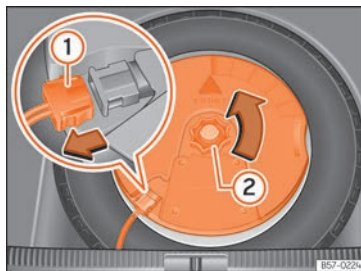

Abb. 193 Im Gepäckraum: Subwoofer ausbauen.
- Ziehen Sie das Subwoofer-Lautsprecherkabel heraus » **(Abb. 193) ①**.
- Drehen Sie das Befestigungshandrad entgegen dem Uhrzeigersinn heraus » **(Abb. 193) ②**.